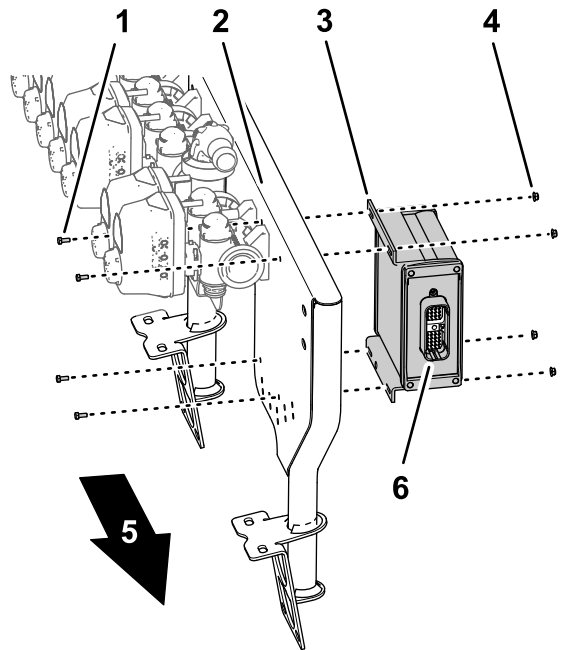

Figure 60
1. Placez le contrôleur en face du côté avant du support de vannes en orientant le connecteur à 40 broches vers l'extérieur (Figure 60).
2. Fixez le contrôleur au support de vannes (Figure 60) à l'aide des 4 boulons (4 x 10 mm) et des 4 contre-écrous à embase (4 mm).